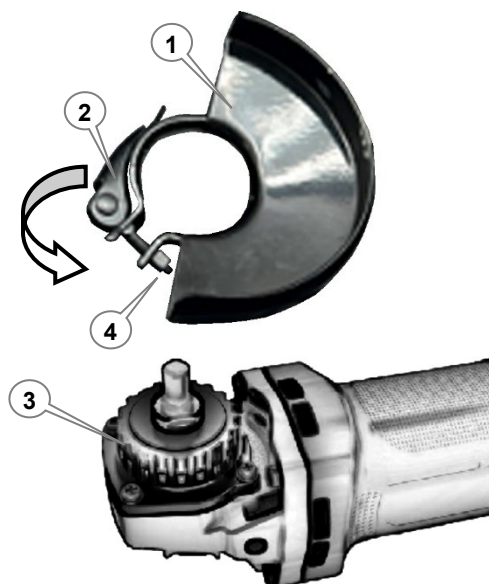

Рисунок 4. Встановлення захисного кожуха.
- 1) посунути важіль (2, рис. 4) до упору у напрямку стрілки (рис. 4);
- 2) встановити захисний кожух на корпусі виробу (3, рис. 4);
- 3) закрутити гайку (4, рис. 4) кріплення захисного кожуха до стану, коли захисний кожух буде зафіксований у напрямку вздовж осі обертання шпинделя, але буде можливість повернути його в площині обертання робочої насадки (диска), дозволяючи відрегулювати положення кожуха.
- 1) розфіксувати кріплення захисного кожуха, посунувши важіль (2, рис. 4) до упору у напрямку стрілки (рис. 4);
- 3) посунути важіль (2, рис. 4) до упору у напрямку, протилежному стрілці (рис. 4), зафіксувавши положення кожуха у обраному положенні.